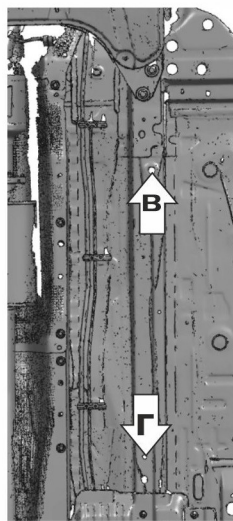

Рис.3
4. Над отверстием (Б) установить закладную М8 с усиком, над отверстием (Г) установить закладную М8 с проволокой (рис.3).
5. Вкрутить на 2 -3 оборота болты М8Х40 с шайбами 8 через втулки 17 мм в закладную М8 с усиками (Б), в закладную М8 с проволокой (Г) (рис.3).